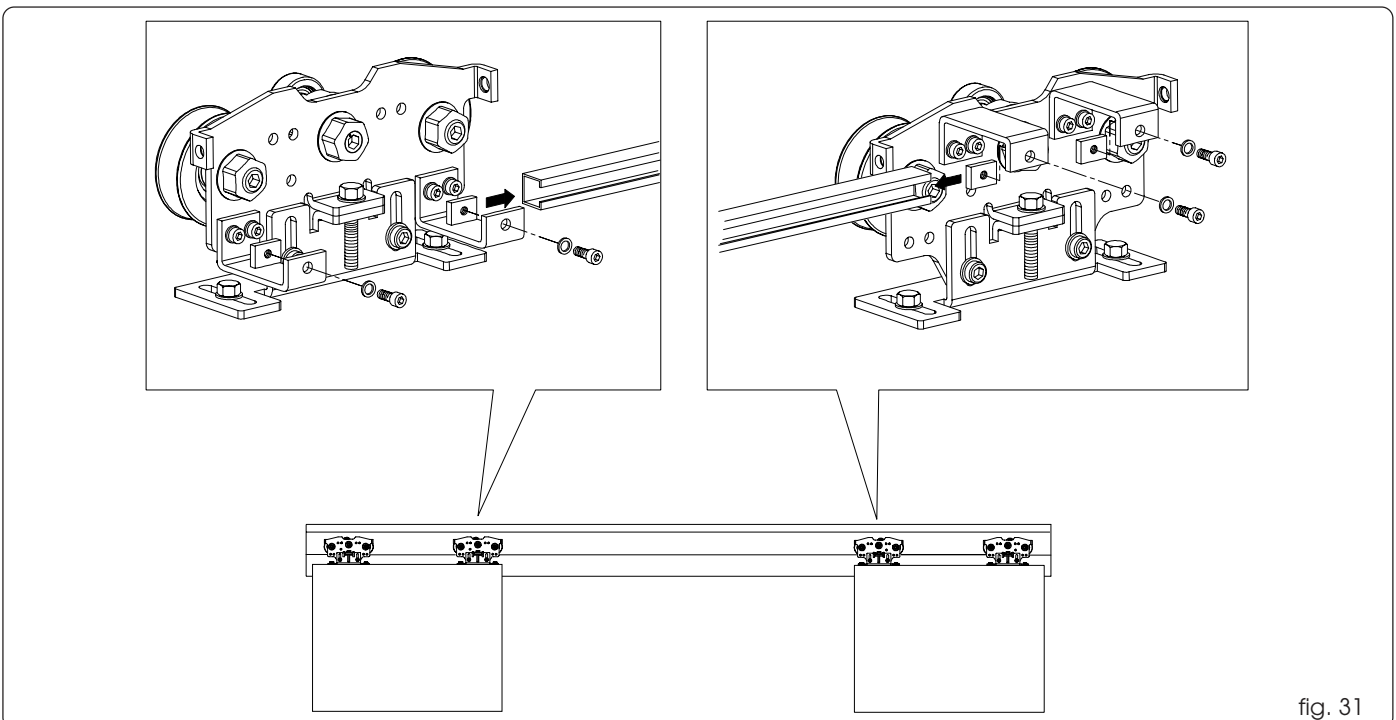

fig. 31
- Bring de vleugels in geopende positie (fig. 31).
- Steek twee plaatjes met schroefopening op elk van de twee verplaatsingsstangen (fig. 31).